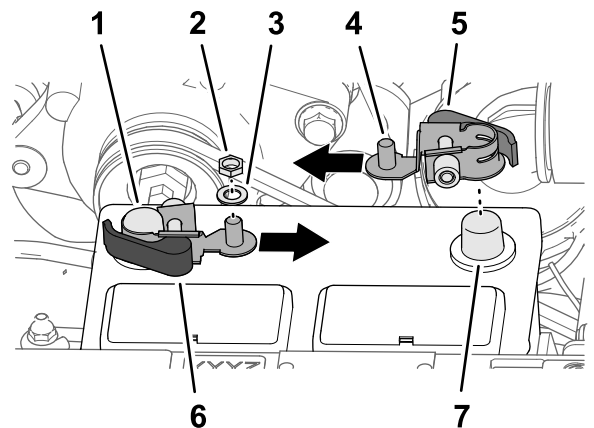

Figura 209
1. Retire as porcas hexagonais e as anilhas dos grampos de ligação rápida do manípulo preto (**Figura 209**).
- Monte o grampo de ligação rápida no borne negativo da bateria, com o poste roscado do grampo alinhado na direção do centro da bateria como se mostra na Figura 209.